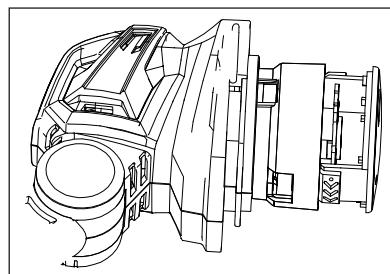

рис. 16
- Нажмите на два зажима на крышке катушки и установите её обратно на шпиндель. Убедитесь, что оба зажима плотно фиксируют крышку на катушке (См. рис. 16).